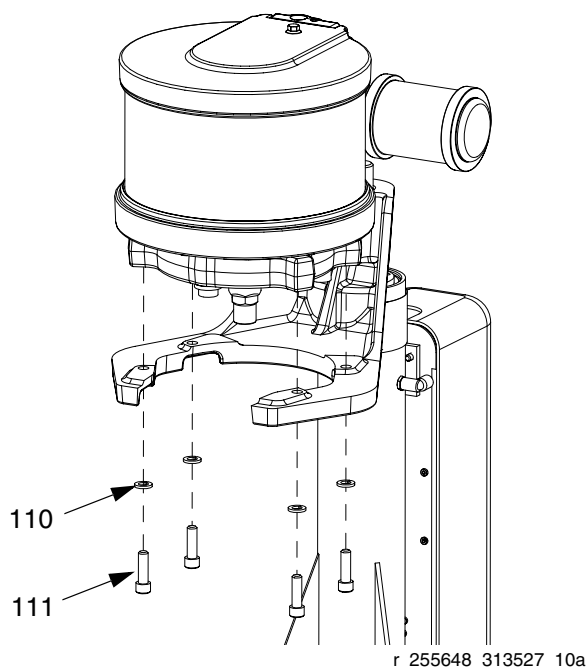

FIG.27
1. Fixez le moteur sur la plaque d'assemblage à l'aide des vis (111) et des rondelles (110). Voir FIG.27.